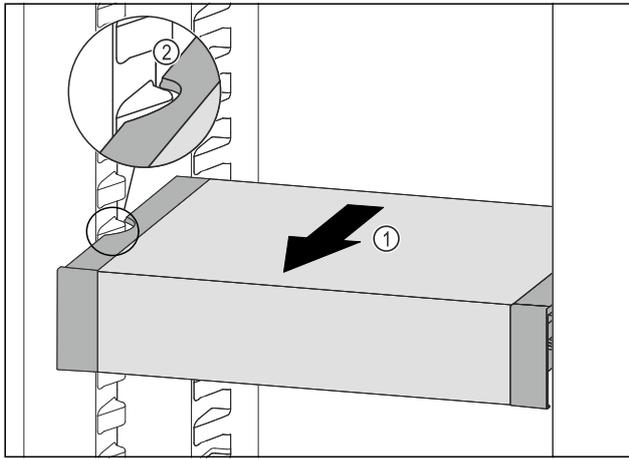

Fig. 82
- ▶ VarioSafe nach vorne ziehen Fig. 82 (1), bis sich die seitlichen Aussparungen des VarioSafes auf Höhe der Behälterrippe im Kühlteil befinden. Fig. 82 (2)